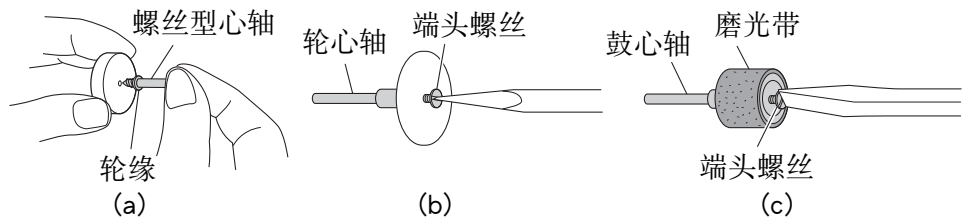

图 7
1. 如何使用螺丝型心轴（图 7 (a)）
2. 如何使用轮心轴（图 7 (b)）
3. 如何使用鼓心轴（图 7 (c)）